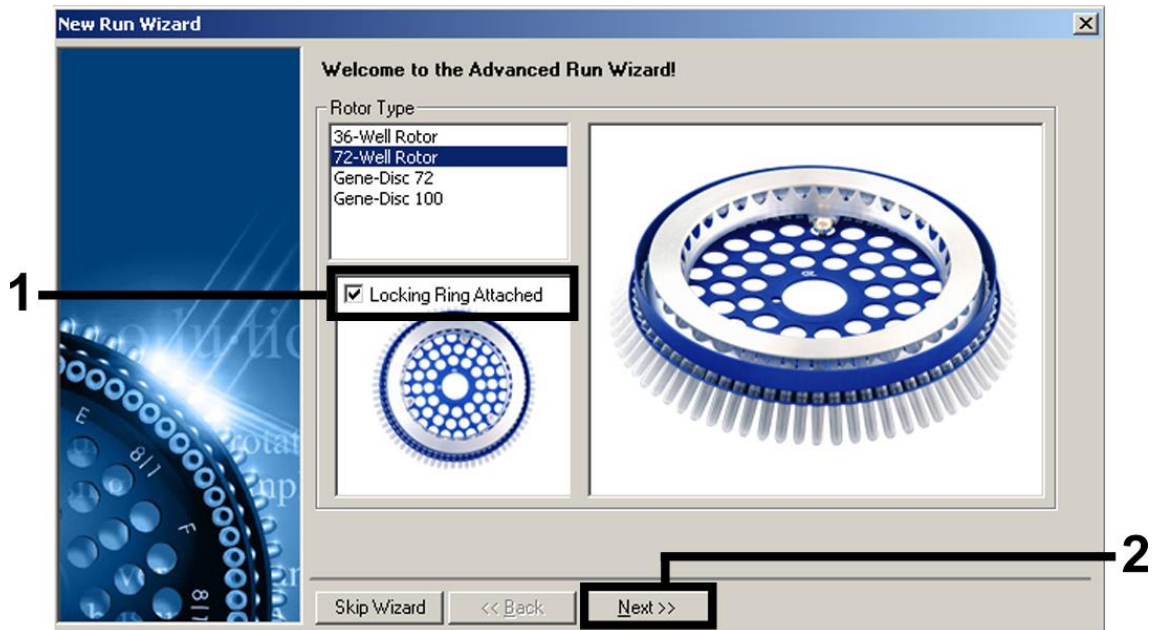

Figura 4. A caixa de diálogo “New Run Wizard”.
6. Primeiro, começar por abrir a caixa de diálogo “New Run Wizard” (Assistente de novo ensaio) (figura 4). Marcar a caixa “Locking Ring Attached” (Anel bloqueador conectado) e clicar em “Next” (Seguinte).